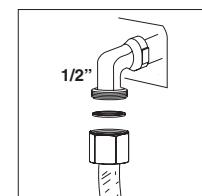

Fig. 14
- Il tubo va collegato direttamente al gomito della rampa (vedi fig.14).